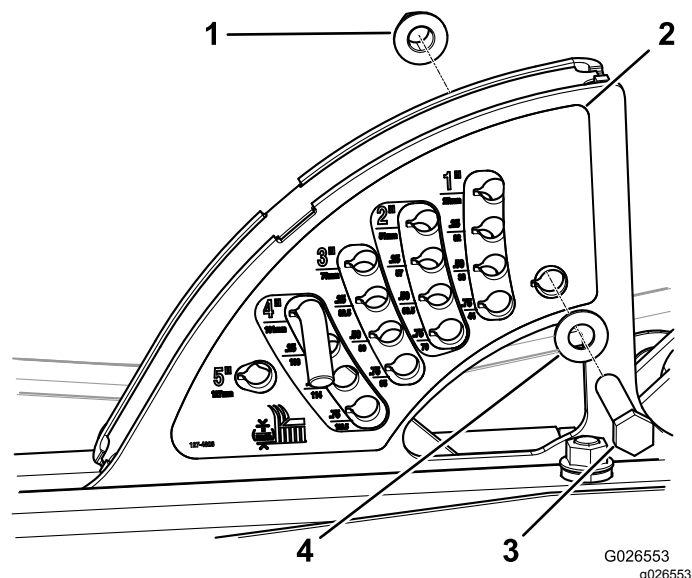

Figura 6
3. Cole o novo autocolante da altura de corte no suporte (Figura 6).
4. Instale o parafuso (½ pol. x 2¾ pol.), a anilha plana e a porca de bloqueio (½ pol.) no orifício inferior traseiro do novo autocolante, conforme indicado na Figura 6.